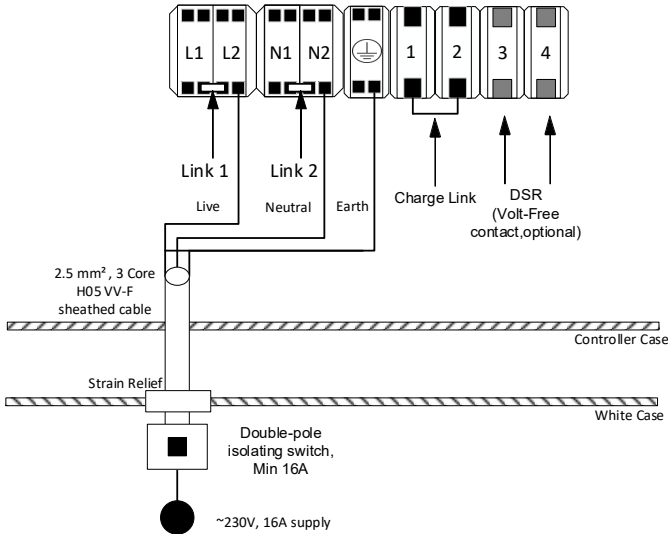

Abbildung 11 - Verkabelung der Flextherm Eco G2 E Wärmebatterie ohne Solarstromumleitung
- o Ohne Energiemanager folgen Sie Abschnitt 6.4.1, Abbildung 11.